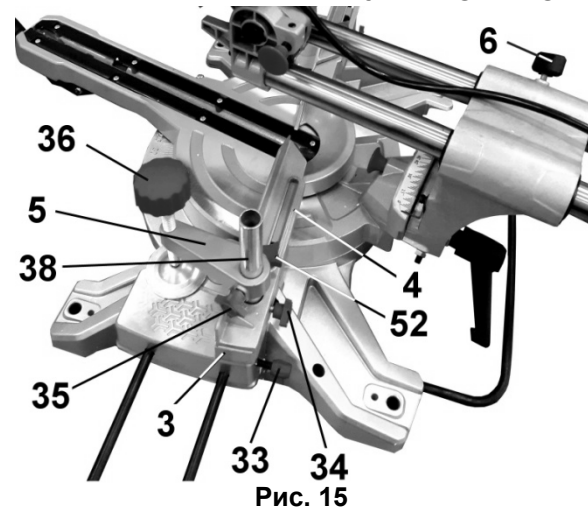

Рис. 15
11. УСТАНОВКА ОБРАБАТЫВАЕМОЙ ЗАГОТОВКИ (Рис.15)